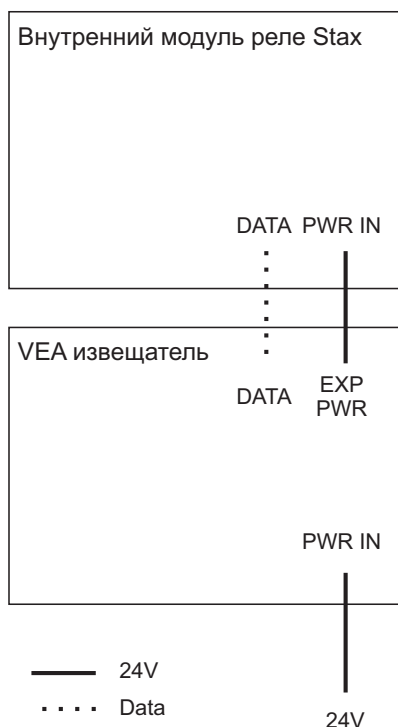

Рис. 4-22: Один извещатель VEA и модуль Local Relay StaX
- Извещатель с релейным модулем StaX (Рис. 4-22)